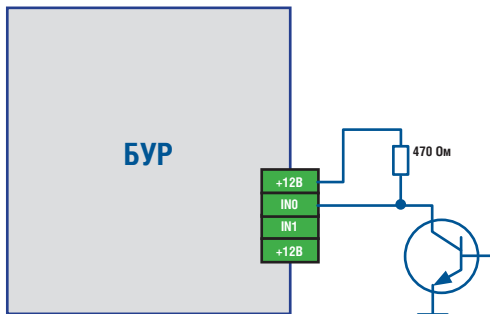

Рисунок 12. Схема подключения датчика прохода с открытым коллекторным выходом к дискретному входу БУР
**!** При подключении на вход БУР датчика с открытым коллекторным выходом (рисунок 12), необходимо установить подтягивающий резистор номиналом 470 Ом 0.25 Вт между контактами IN0 и +12В. Резистор в комплект поставки не входит.